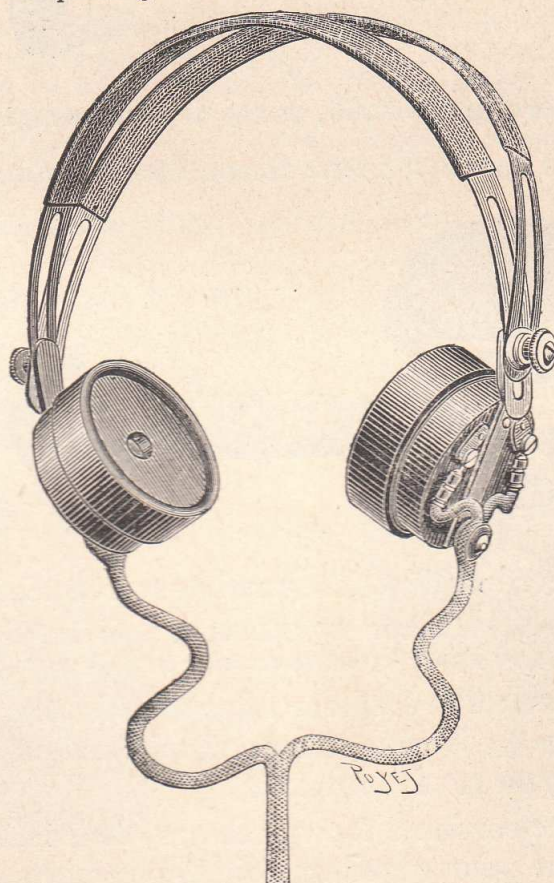

Fig 163
60. Serre-tête, à deux récepteurs Ader n° 3 bis, métalliques, à boîtier allégé, ébonite ou ivoirine. **Type n° 2** (*fig. 163*).